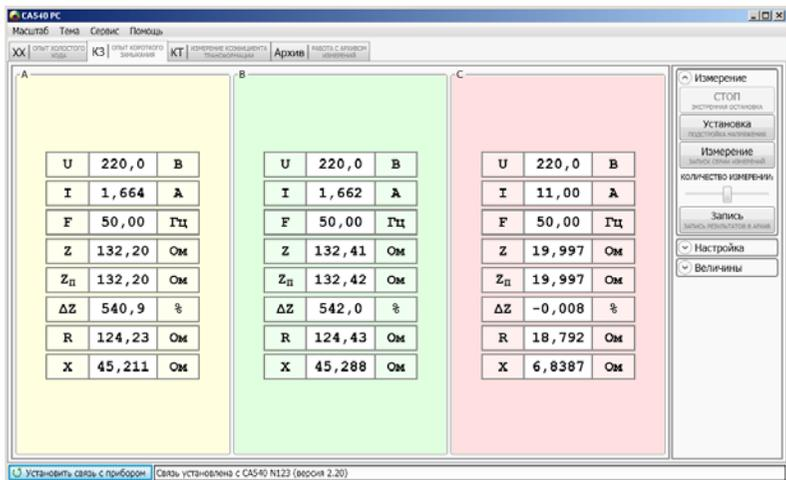

Рисунок 7.17
12) Свернуть поле "Величины", для чего щелкнуть по кнопке и развернуть поле "Измерение", для чего щелкнуть по кнопке (рисунок 7.17).
14) Включить режим установки напряжения внешнего источника питания, для чего щелкнуть по кнопке в поле "Измерение" (рисунок 7.17).
16) Установить количество накапливаемых результатов измерения N, для чего с помощью регулятора количества измерений выбрать нужное значение (рисунок 7.17).
17) Выполнить измерение, для чего щелкнуть по кнопке . На экране в таблицах "А", "В", "С" появятся результаты измерений (рисунок 7.17).